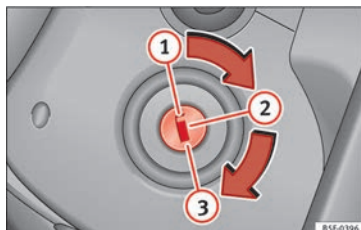

Fig. 131 Posiciones de la llave de contacto.
En esta posición » fig. 131 el encendido y el motor están desconectados, pudiéndose bloquear la dirección.
- Gire la llave de contacto hasta la posición **» fig. 131 ②**. El testigo  se encenderá en caso de precalentamiento del motor.
- En cuanto se apague el testigo, gire la llave de encendido a la posición **③** para poner en marcha el motor y no pise el acelerador.
- Gire la llave de contacto a la posición **» fig. 131 ①**.